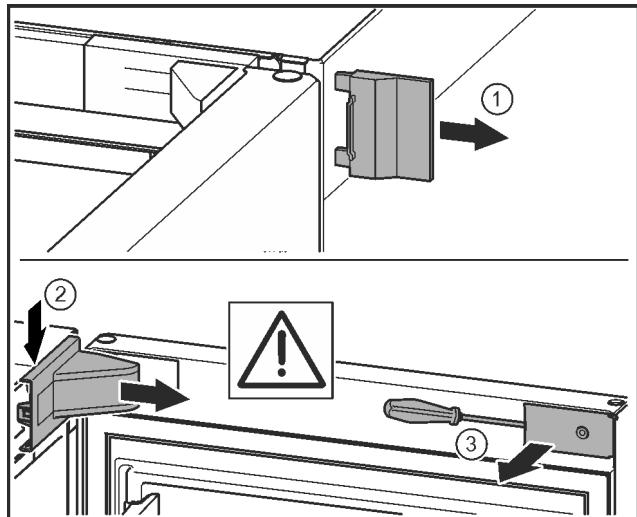

Fig. 11 *
- ▶ 取下外盖。Fig. 11 (1)*
- ▶ 拆卸并松开托架盖。取下托架盖。Fig. 11 (2)*
- ▶ 使用带槽螺丝刀松开隔板并把它转到一边。Fig. 11 (3)*